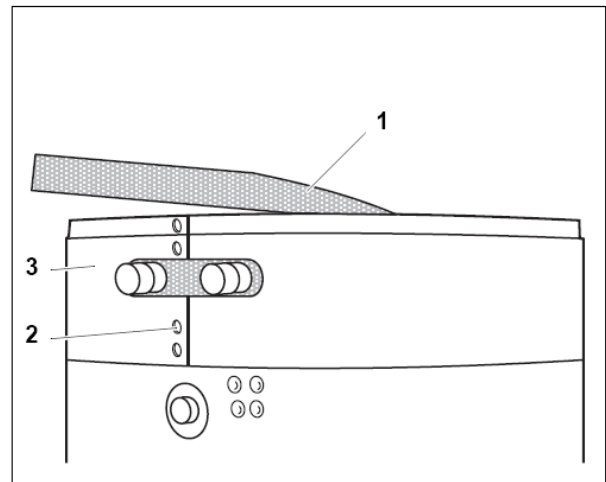

Рис. 5
- Бляшане облицювання (Рис. 5, Поз. 3) для теплообмінника встановити на верхню обшивку бойлера, по периметру закріпити трьома гвинтами-саморізами (Рис. 5, Поз. 2), а по розділовому шву – двома гвинтами-саморізами.
- Покласти м'якопінну теплоізоляцію всередину (Рис. 5, Поз. 1) на модуль LAP.